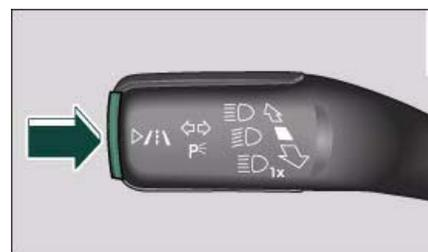

Fig. 128 Palanca de los intermitentes: Tecla para lane assist
- Pulse la tecla ⇒ fig. 128 (flecha) para activar y desactivar el sistema. El testigo /:\ del cuadro de instrumentos se enciende o se apaga.